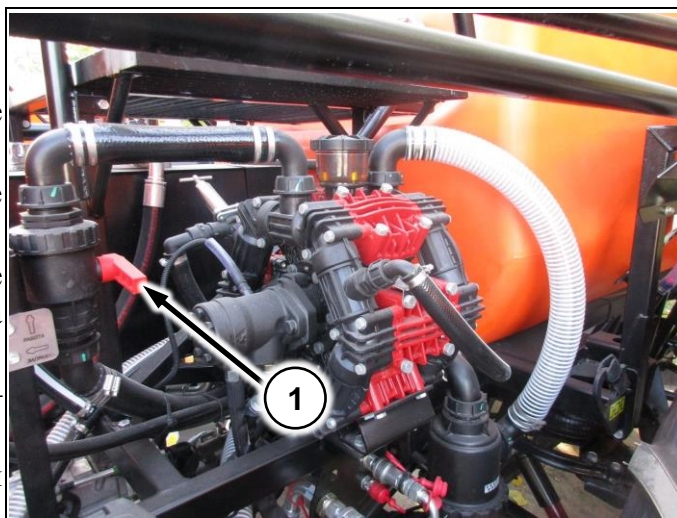

Рис. 126
1. Переведите кран (Рис. 126/1) в положение закрыт;